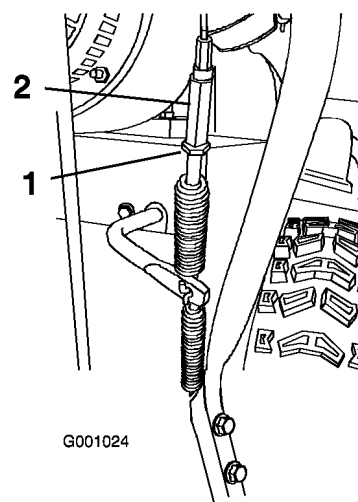

Figura 48
5. Allentate il controdado (Figura 48).
6. Allentate o serrate il tornichetto che regola la tensione del cavo (Figura 48).